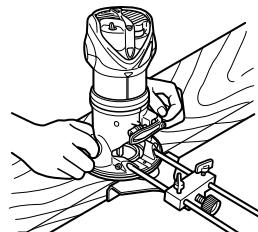

Fig. 14
**④** Comme indiqué sur la Fig. 14, fixer solidement le fond du socle sur la surface traitée du matériau. Faire avancer la toupie tout en maintenant le plan du guide sur la surface du matériau.